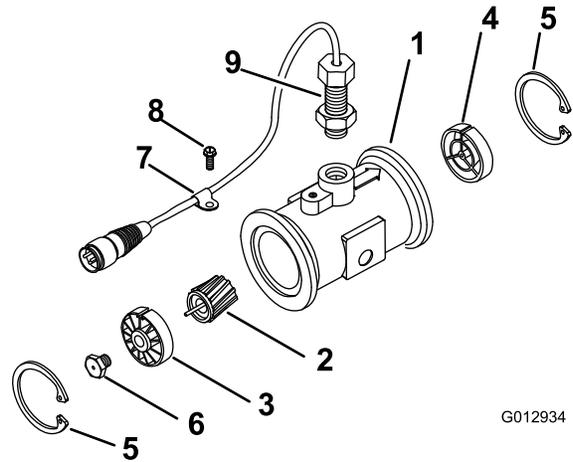

Figura 60
3. Retire el anillo de sujeción del lado “aguas arriba” (Figura 60).